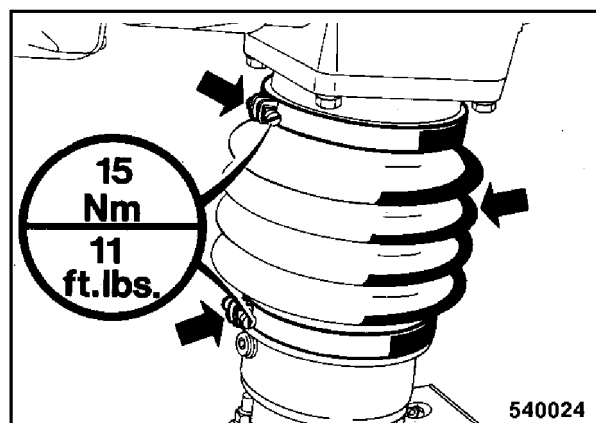

Fig. 2
- Comprobar las abrazaderas por asiento fijo (Fig. 2).